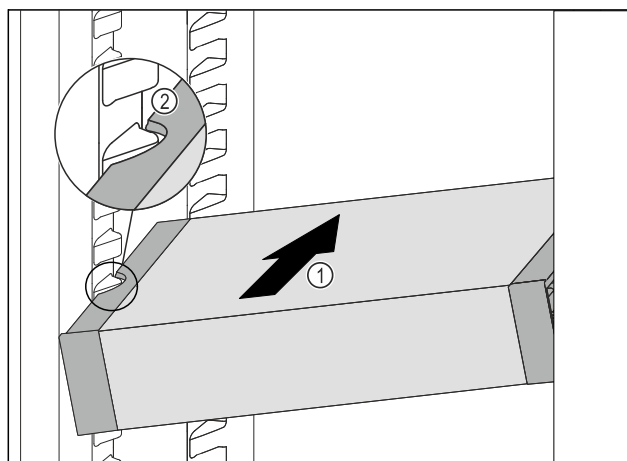

Fig. 139
- Skub VarioSafe skråt ind i kølesektionen, Fig. 139 (1) indtil udsparingerne i siden Fig. 139 (2) på VarioSafe er på niveau med beholderribben i kølesektionen.